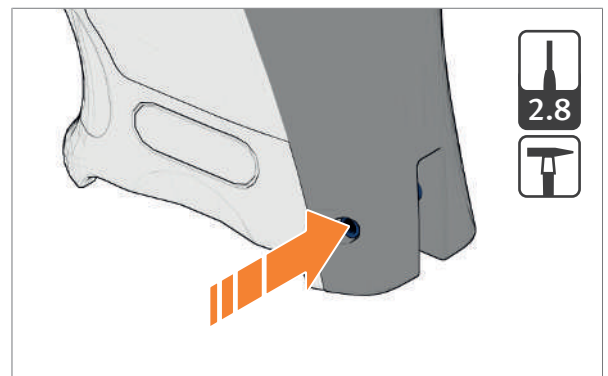

Abb. 25: Spannstift für Griff Rücken austreiben
1. Spannstift für Griff Rücken mit Durchtreiber austreiben (Abb. 25).